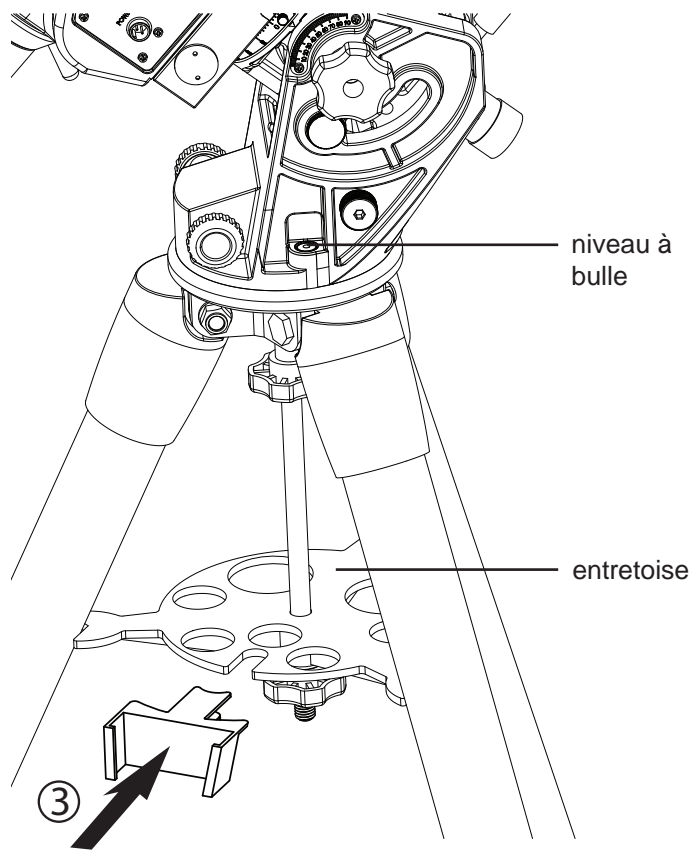

Fig. 1.3b
2. En vous aidant du niveau à bulle, ajustez la hauteur de chacun des pieds pour mettre la monture de niveau (Fig. 1.3b).
3. Insérez le support de la raquette de commande dans l'encoche en forme de U (3) (Fig. 1.3b).